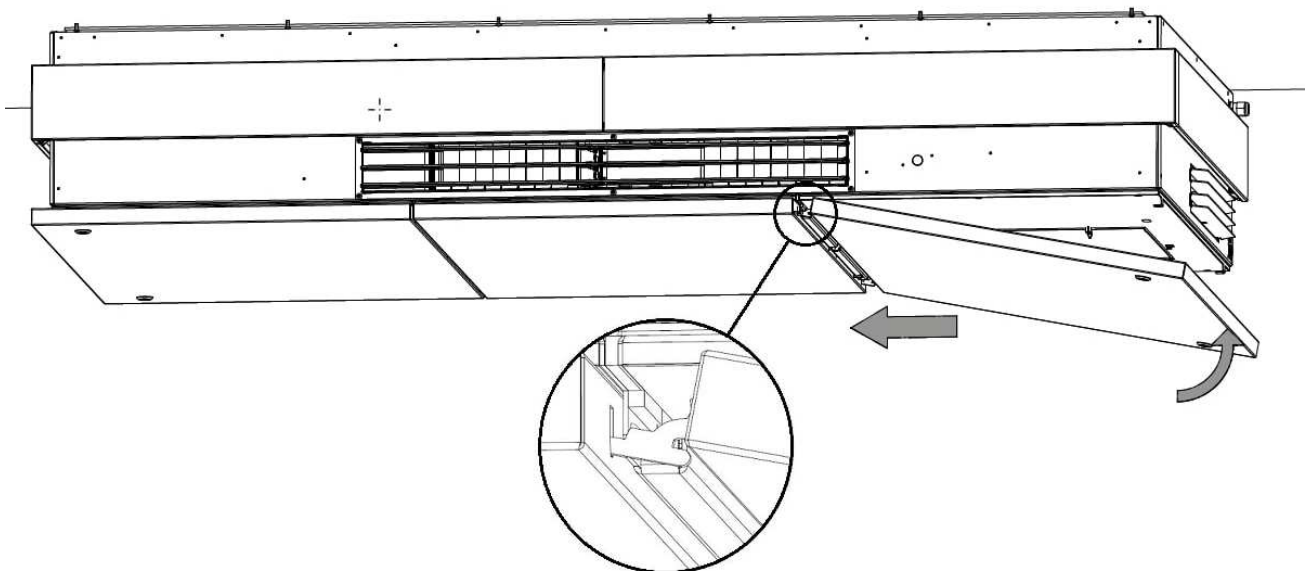

Abbildung 56: Einhängen des rechten Gehäusedeckels
5. Heben Sie den rechten Gehäusedeckel nach oben und hängen Sie ihn an der mittleren Platte ein, dann verriegeln Sie ihn, siehe Abbildung 56 und Abbildung 57.